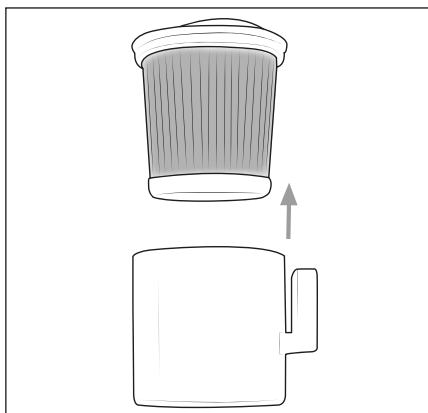

Abb. 17
- 12) Wenn Sie den Staubbehälter **7** entfernt haben, können Sie den HEPA-Filterbehälter **5** aus dem Gerät entnehmen. Entnehmen Sie den HEPA-Filter **4** aus dem HEPA-Filterbehälter **5**, indem Sie in die Öffnung des HEPA-Filters **4** greifen und diesen aus dem HEPA-Filterbehälter **5** herausziehen (siehe Abb. 17).